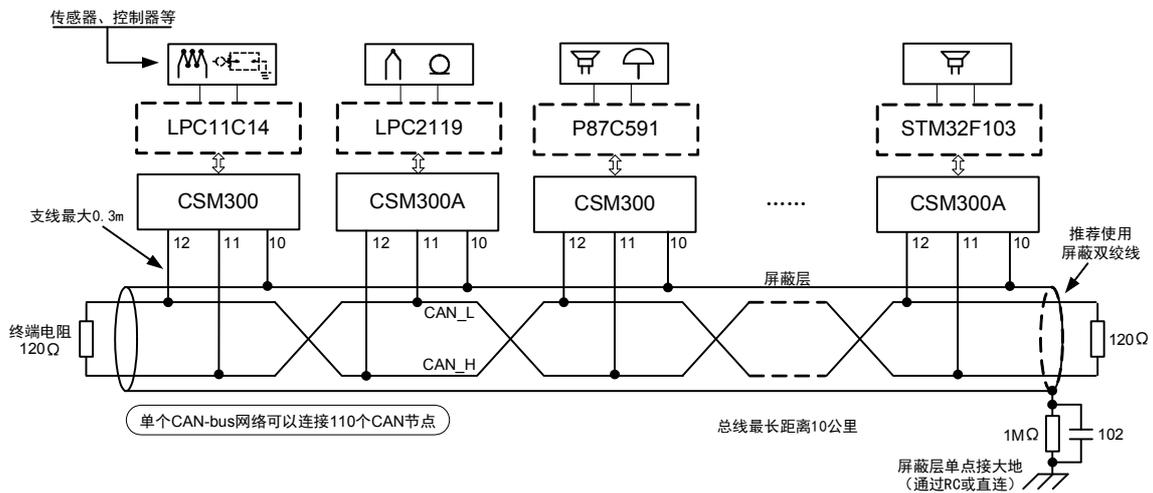

图 12 推荐组网示意图
CAN 总线一般使用直线型布线方式，总线节点数可达 110 个。布线推荐使用屏蔽双绞线，CANH、CANL 与双绞线线芯连接，CGND 与屏蔽层连接，最后屏蔽层单点接地。无论总线长短，总线两端都需要连接终端电阻，电阻大小可根据实际布线进行调整，一般推荐值为 120 Ω 。得益于 CSM300(A) 的最低波特率 5kbps，总线的最长通信距离可达 10km。图 12 给出了推荐组网示意图。